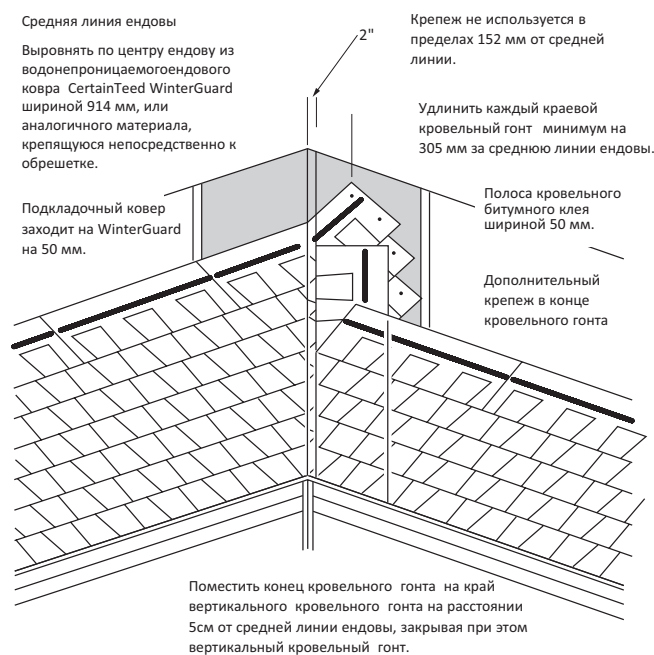

Рис. 6-18: Выполнение альтернативной закрытой ендовы.
5. Уложите кровельные гонты на смежной плоскости крыши, размещая левый нижний угол кровельного гонта каждого ряда на расстоянии 5см от средней линии ендовы (используйте «вертикальную кровельную плитку» в качестве ориентира). См. Рис. 6-18.